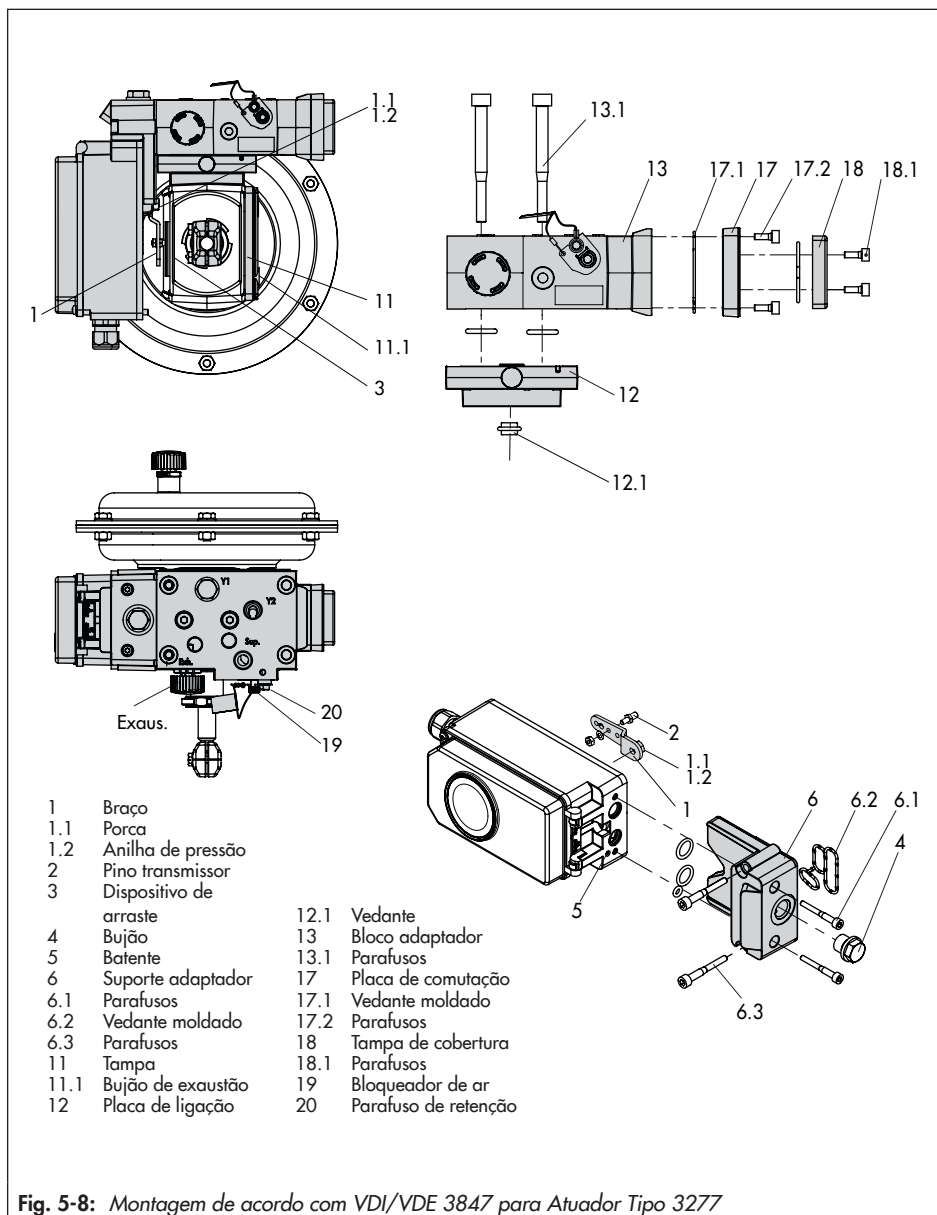

Fig. 5-8: Montagem de acordo com VDI/VDE 3847 para Atuador Tipo 3277
### Montagem no atuador Tipo 3277 (consulte Fig. 5-8)
Monte o posicionador na arcada tal como indicado em Fig. 5-8. O sinal de pressão é direcionado para o atuador pela placa de ligação (12), para atuadores com ação de segurança "haste do atuador estende" internamente através de uma perfuração na arcada da válvula e para "haste do atuador retrai" através de tubagem externa.